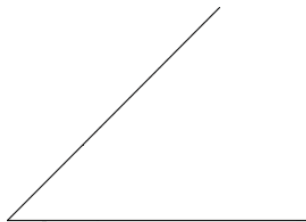

图 3-2 已有图形
① 在“快速访问”工具栏中单击“打开”按钮，选择随书配套光盘中的“构造线即学即练.dwg”文件，单击“选择文件”对话框中的“打开”按钮，已有图形如图 3-2 所示。
② 在功能区“默认”选项卡的“绘图”面板中单击“构造线”按钮，根据命令行提示进行以下操作。